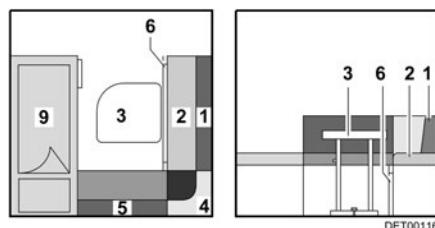

Fig. 71 Antes de la transformación
- Transformar la mesa (Fig. 71,3) en base de cama (véase apartado 7.7).
- Extraer la prolongación del armazón de cama (Fig. 71,6).
- Extraer los cojines del respaldo (Fig. 71,1 y 4).